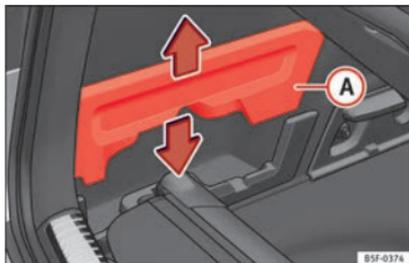
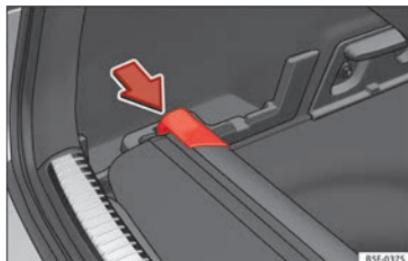

Abb. 165 Im Gepäckraum: Aufnahme zum Verstauen der Gepäckraumabdeckung.
Abb. 166 Im Gepäckraum: Aufnahme zum Verstauen der Gepäckraumabdeckung.
- Entfernen Sie die Abdeckungen »» **Abb. 165**
- (A) links und rechts.
- Drücken Sie auf das Kopfstück der Gepäckraumablage in Pfeilrichtung, bis diese in der dafür vorgesehenen Aufnahme einrastet »» **Abb. 166**.